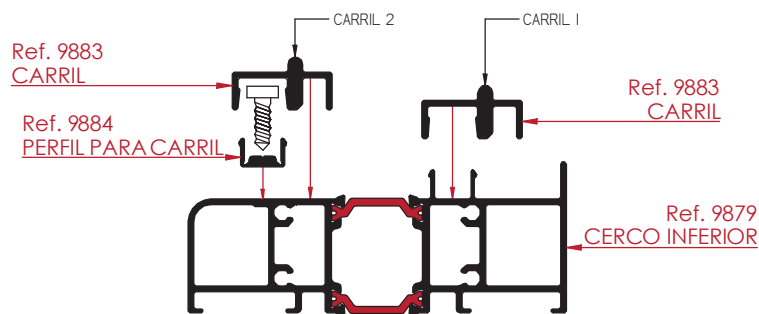

Figura 5
- Figura 5: Realización de los mecanizados para la introducción de la maneta. Realizar a ambos lados si la hoja lleva maneta por ambos lados.